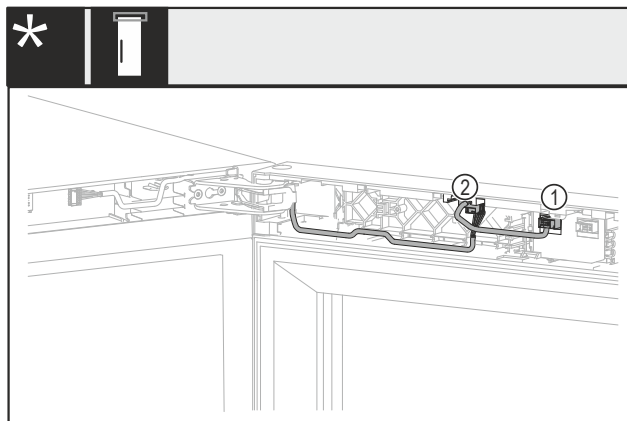

Fig. 8 Bez brave ili s mehaničkom bravom
- ▶ Izvucite utikač Fig. 8 (1).
- ▶ Izvucite utikač Fig. 8 (2).